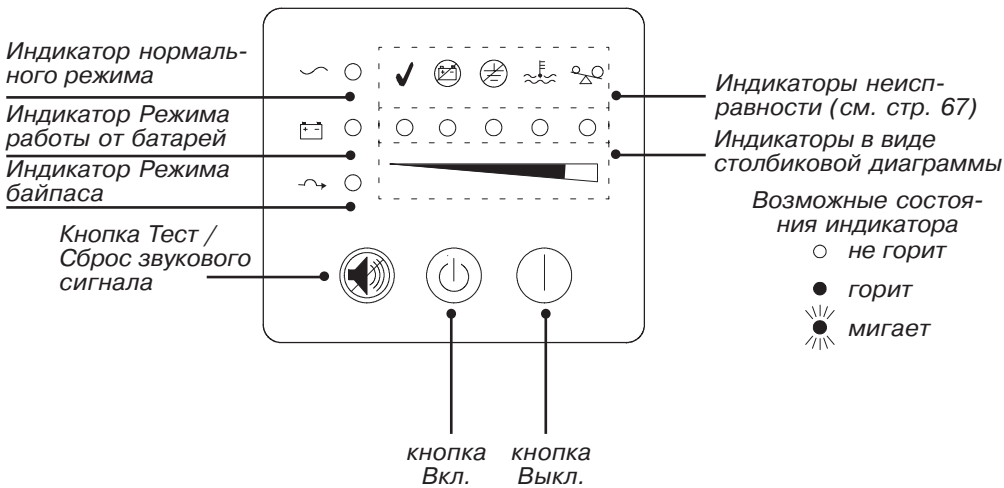

Рисунок 27. Передняя панель ИБП
11. Нажмите кнопку Вкл. | (см. рис. 27 на стр. 42). Индикатор ~ перестанет мигать, и индикаторы в виде столбиковой диаграммы покажут величину нагрузки, подключенной к ИБП.
После подключения ИБП к сети электропитания запускается самотестирование, и ИБП переходит в режим ожидания. Чтобы включить ИБП, нажмите кнопку Вкл. | на передней панели (см. рис. 27). Индикатор  перестанет мигать, и индикаторы в виде столбиковой диаграммы покажут величину нагрузки, подключенной к ИБП.